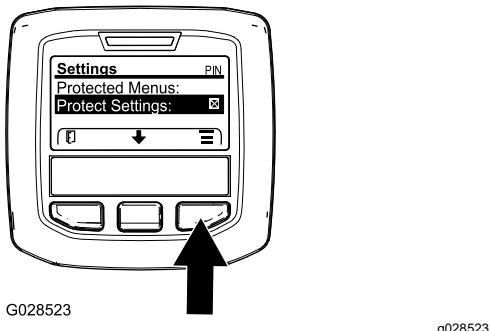

図 10
- MAIN メインメニューから中央ボタンで下へスクロールしていくと SETTINGS 設定メニューがありますから、ここで右ボタンを押します 図 10。